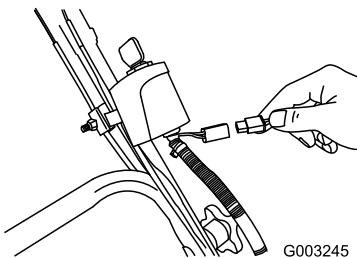

Bild 38
- Schließen Sie das Ladegerät an den Kabelbaum des Rasenmähers an, der sich unter dem Zündschloss befindet (Bild 38).